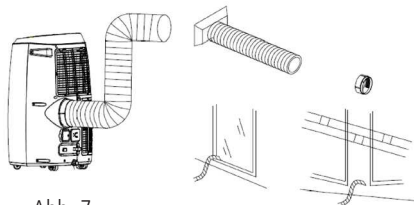

Abb. 7
- Fügen Sie die quadratische Fixierungsklammer in die Öffnung an der Rückseite des Klimageräts ein (abb. 7)